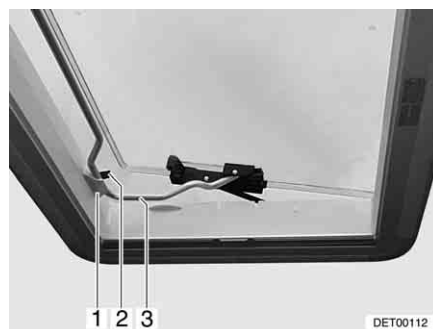

Fig. 74 Oblò Heki in posizione di ricircolo d'aria 2
- Inserire la staffa (Fig. 74,3) nel supporto (Fig. 74,1).
- Sistemare la leva (Fig. 74,2) sulla staffa.